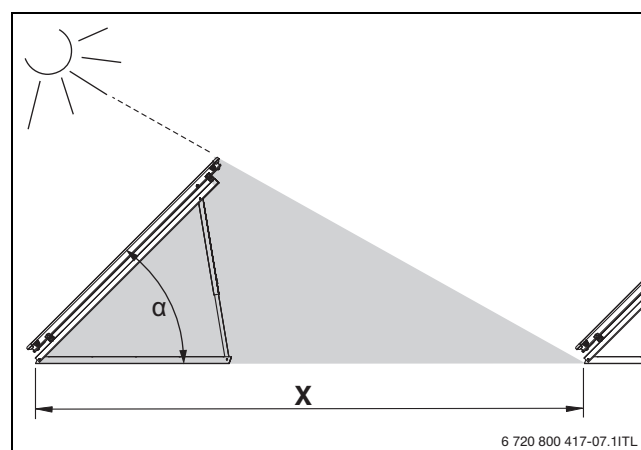

Fig. 17 Ecart et ombrage, montage sur toit terrasse
- Avec plusieurs champs de capteurs, choisir l'écartement X de manière à éviter les ombrages (→ fig. 17).